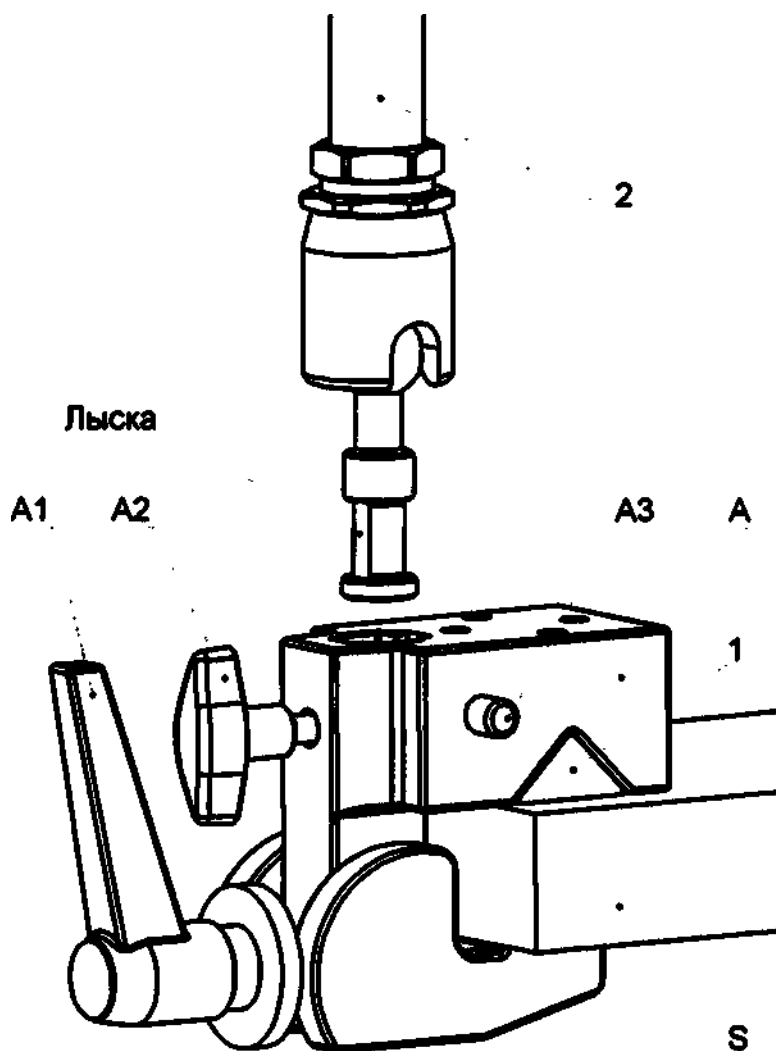

Рис. 8. Установка штанги.
Для установки штанги кронштейна (2) в трубку (А) (рис. 8) отверните монтажный винт (А2) на величину, позволяющую установить штангу (2) в установочное отверстие. Нажмите на флажок фиксатора (А3), утопив его в корпус трубки (А). Вставьте штангу (2) в отверстие трубки (А), сориентировав установочный палец таким образом, чтобы лыска на его поверхности была обращена в сторону монтажного винта (А2) на трубке. Отпустите флажок фиксатора (А3) и зафиксируйте штангу (2) монтажным винтом (А2). Проверьте надежность крепления вертикальной штанги (2) в трубке (А).